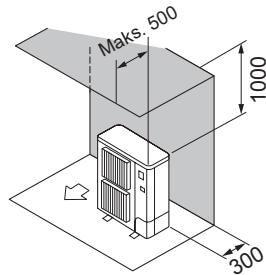

Fig. 2-8
- ② Kun forhindringer bagved og ovenover (Fig. 2-8)